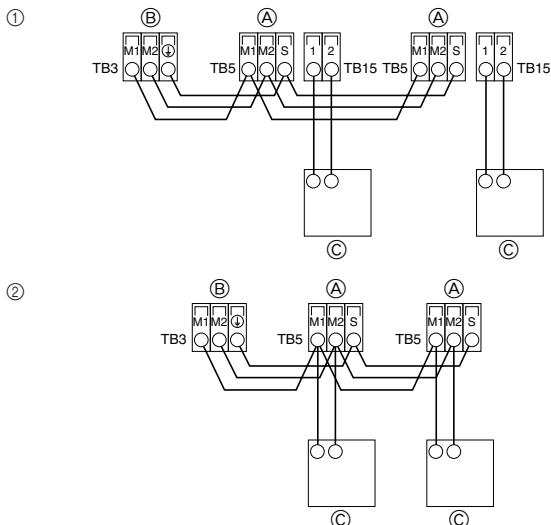

Fig. 4-2
4.2. Collegamento del comando a distanza e dei cavi di trasmissione delle sezioni interne ed esterne (Fig. 4-2)
① Comando a distanza MA
② Comando a distanza in rete